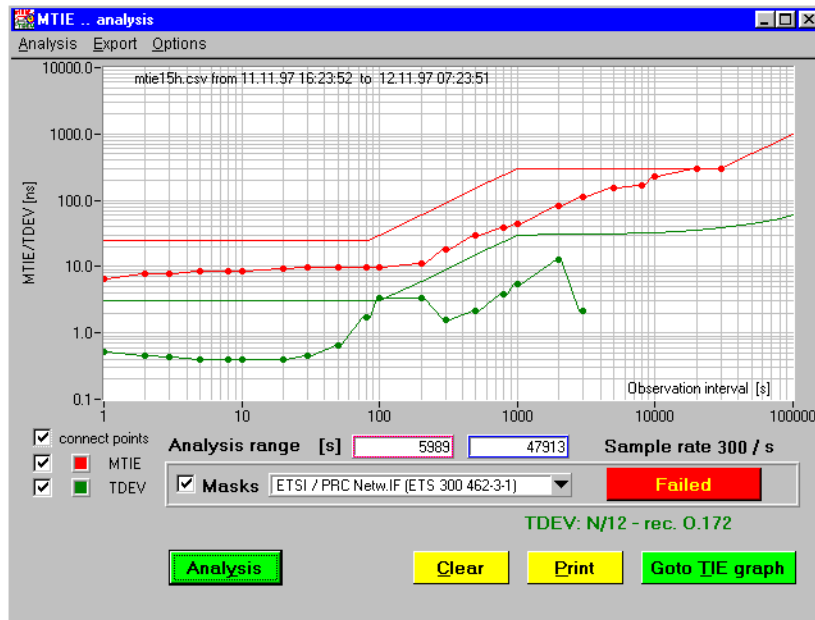

Bild B-8 Fenster “MTIE analysis” mit MTIE- und TDEV-Daten und einer Toleranzmakse für ETSI
- Analysekurve: Zum Vergleich werden nur die einzelnen Ergebnispunkte der Analyse herangezogen. Die Punkte der interpolierten Hilfslinien werden **nicht** verglichen. Sie dienen nur zur Verbesserung der optischen Darstellung (siehe Bild B-8).